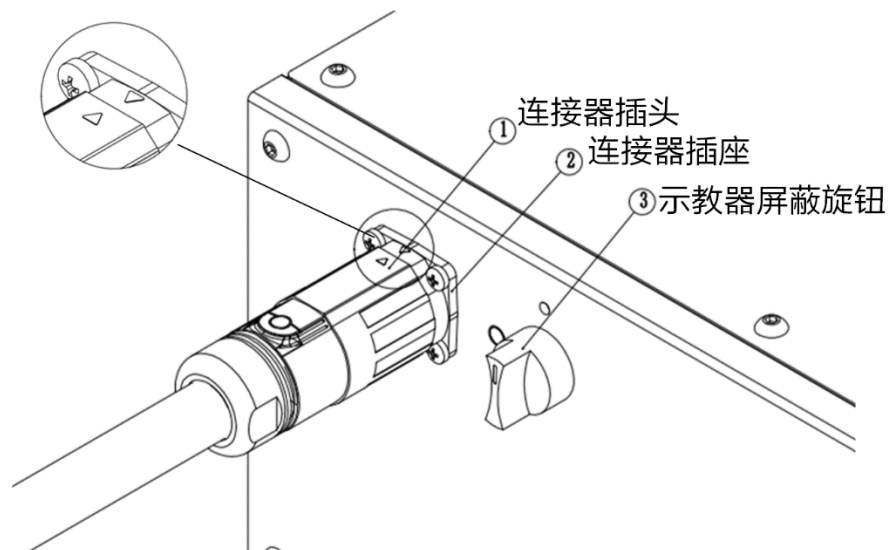

图 3-5 示教器接线示意图
inCube22-HP 控制柜前面板左上角为示教器连接接口，采用快插式连接器连接（见图 3-5）。
步骤2. 将连接器插头①的三角符号与连接器插座②的三角符号对齐（如图 3-5 的局部放大图），推入连接器插头①，并顺时针旋转 45°，使其与连接器插座②卡紧。